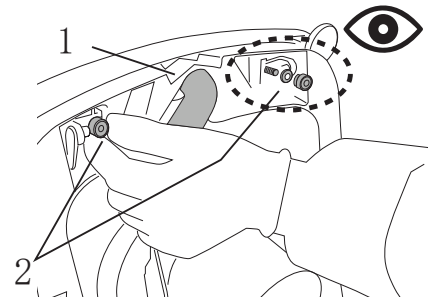

Fig. 39
- 脱钩吸水扒的水管（图39，编号1）。
- 拧松旋钮（图39，编号2）。